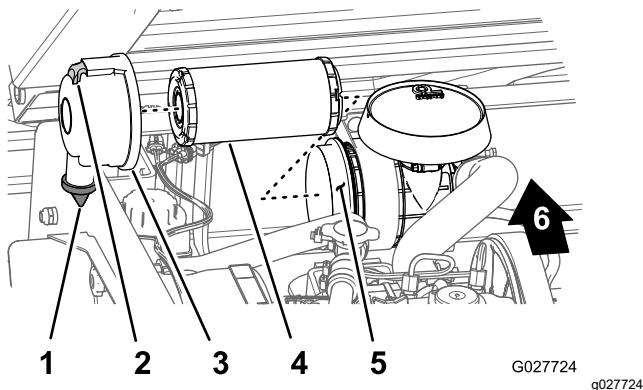

Figure 35
2. Vérifiez si le boîtier du filtre à air présente des dommages susceptibles d'occasionner des fuites d'air (Figure 35).
3. Tirez le dispositif de verrouillage vers l'extérieur et tournez le couvercle du filtre à air dans le sens antihoraire (Figure 35).
5. Sortez l'élément filtrant du boîtier du filtre à air (Figure 35) avec précaution pour ne pas déloger trop de poussière.
1. Nettoyez l'orifice d'éjection d'impuretés situé sur le couvercle du filtre à air (Figure 35).
2. Retirez la valve de sortie en caoutchouc du couvercle, nettoyez la cavité et remettez la valve en place (Figure 35).
3. Insérez l'élément filtrant dans le boîtier du filtre à air en appuyant sur le bord extérieur de l'élément pour l'engager parfaitement dans le boîtier (Figure 35).
4. Alignez le couvercle du filtre à air sur le boîtier en orientant la valve de sortie en caoutchouc vers le bas, à peu près entre les positions 5 heures et 7 heures, vu de l'extrémité (Figure 35).
5. Fixez le couvercle au boîtier avec les dispositifs de verrouillage (Figure 35).